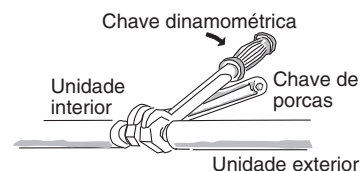

Fig. 5-6
- (2) Para apertar as porcas afuniladas, aplique o binário como indicado.
- Quando retirar as porcas afuniladas das ligações da tubagem, ou quando apertá-las depois de ligar a tubagem, certifique-se de que utiliza 2 chaves ajustáveis ou chaves de boca. (Fig. 5-6)